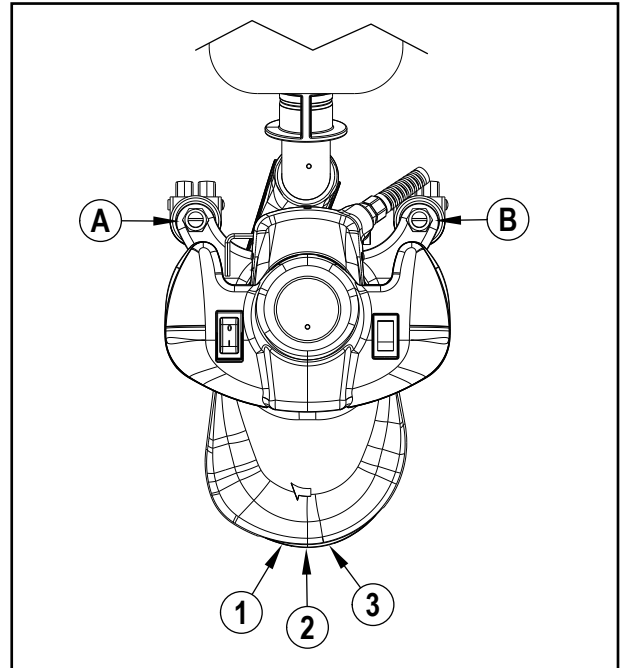

Figure 6.1
- a.) Loosen the locknuts on A & B (Fig. 6.1).